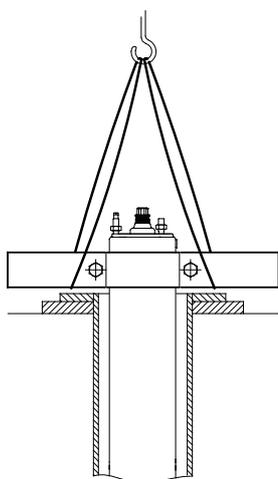

Abb. 19 Motor in aufrechter Position
2. Den Motor am Brunnenkopf aufrecht hinstellen. Siehe Abb. 19.